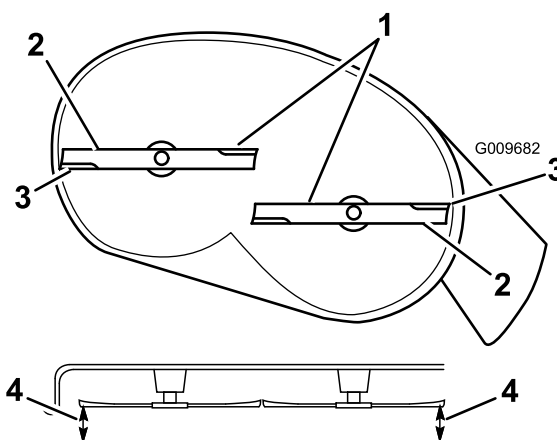
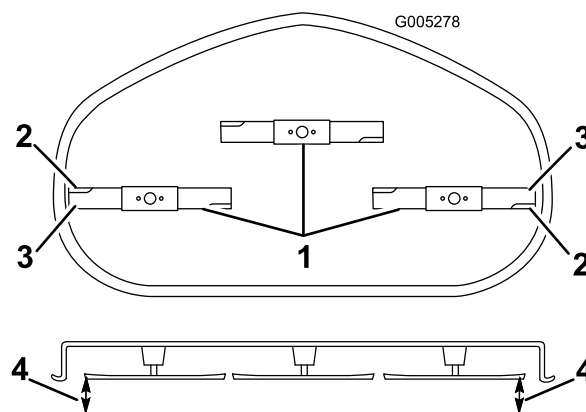

Figura 57
Figura 58
4. Girate con cautela le lame in modo che siano disposte tutte lateralmente (Figura 57 e Figura 58).
5. Misurate la distanza tra i taglienti esterni e la superficie piatta (Figura 57 e Figura 58).